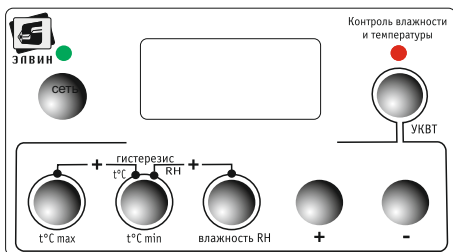

Рис.2
- контроля влажности и температуры (УКВТ) (10) с дисплеем и клавиатурой управления (рис.2), включающее электродвигатель(3) и электронагреватели через реле (8) и симисторы.